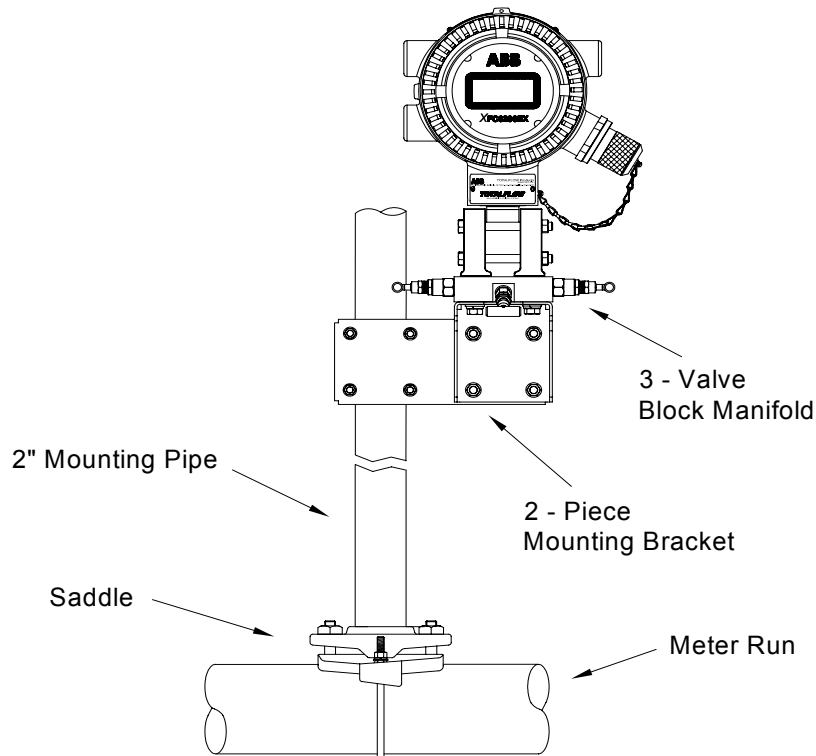

Abbildung 3 (Typischer Aufbau mit Blockverteiler)
4. Auf welche Weise der 6200EX mit dem Halterungs- und Montage-Kit befestigt wird, hängt davon ab, ob ein separater oder ein Blockverteiler verwendet wird. Im Falle eines separaten Verteilers muss der 6200EX direkt an die Halterung angeschraubt werden (vgl. 1). Anschließend wird die Rohrleitung vom Einzelverteiler unten am Wandler des 6200EX angeschraubt. Im Falle eines Blockverteilers ist der Verteiler zwischen den Wandler des 6200EX und der Oberseite der Halterung anzuordnen (vgl. Abbildung 3). Die in Abb. 3 gezeigten Blockverteiler können mit vier Schrauben an der Halterung festgeschraubt werden. Die Schrauben werden von unten in die Halterung eingeführt, durch den Verteiler hindurchgeführt und mit den Innengewinde-Bohrungen am 6200EX Wandler verschraubt. Bei